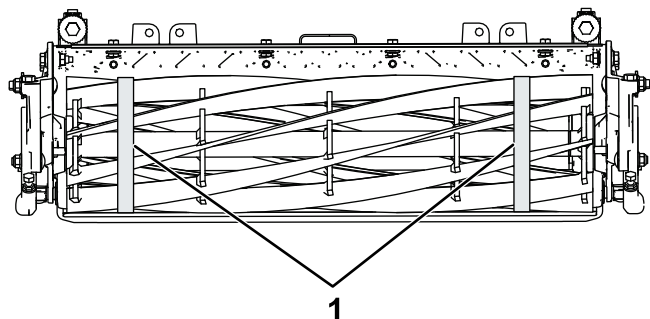

Рисунок 36
- Используя рулетку для измерения диаметров, измерьте наружный диаметра барабана на обоих концах (Рисунок 36); разница наружных диаметров на разных концах должна быть меньше 0,010 дюйма (0,250 мм). Если разница больше, заточите, чтобы устранить ее.